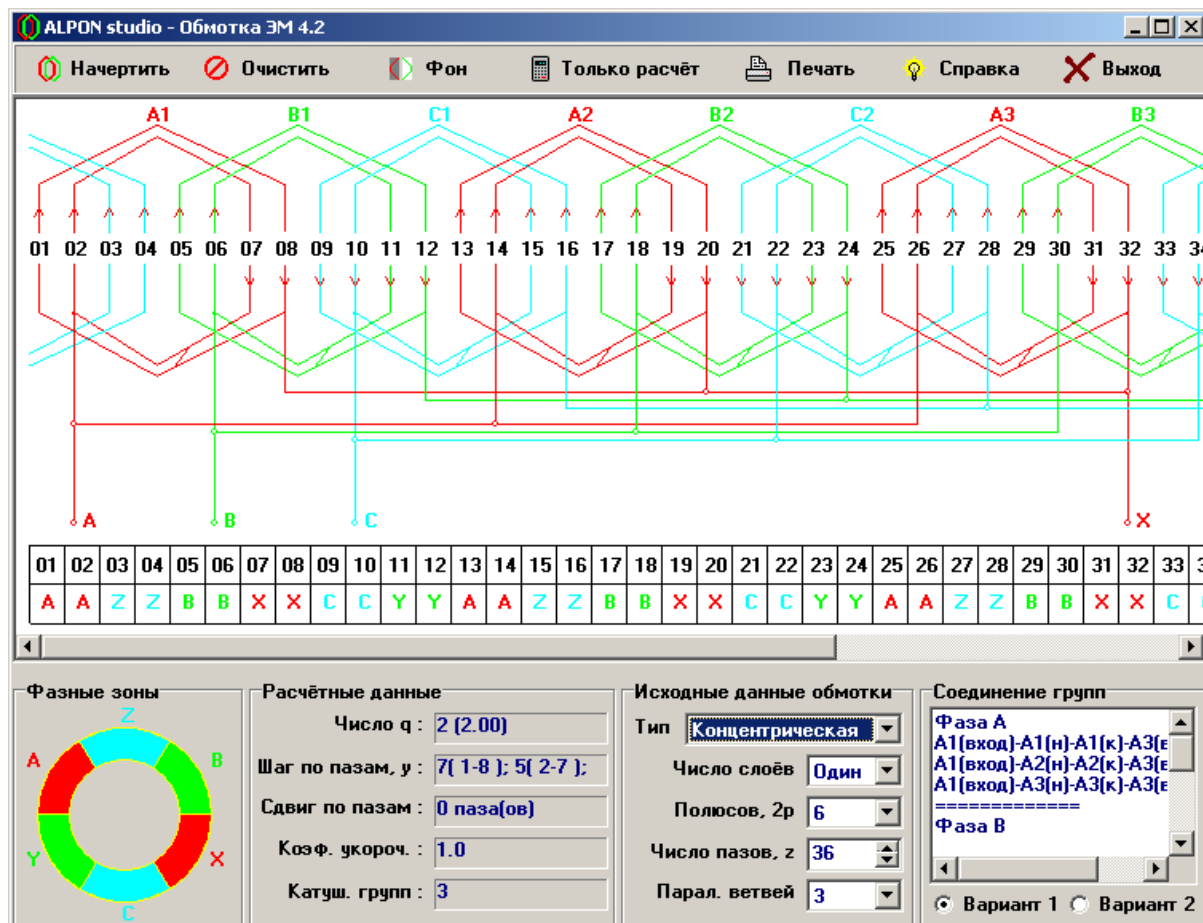

Рисунок 3. Главное окно (концентрическая однослойная обмотка).
- Обмотка концентрическая, однослойная, $2p = 6$, $z = 36$, $a = 1$ (рис. 3);